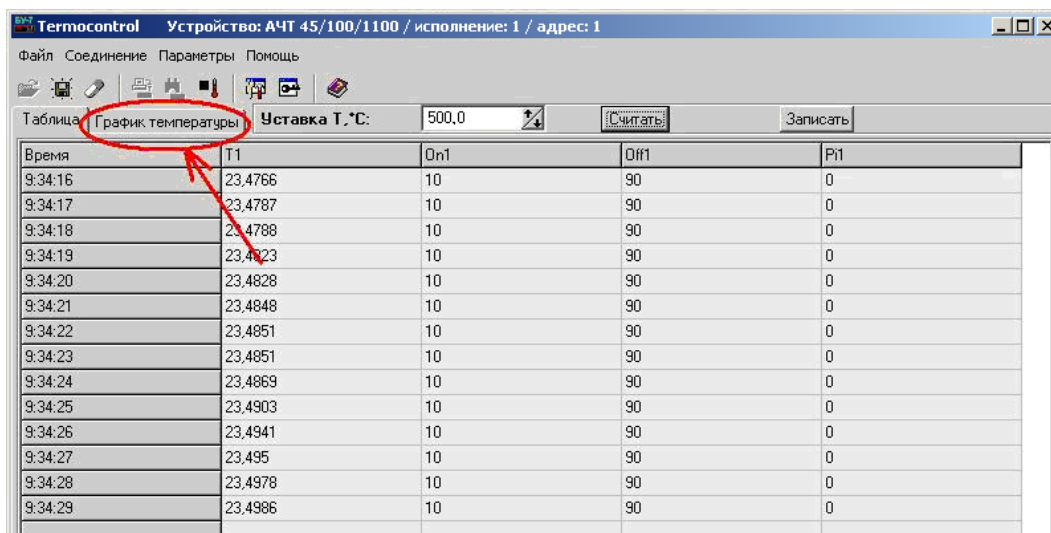

Рисунок 7 – Активация графического режима в программе
7.7.2.5 Процесс нагрева печи можно отслеживать в графическом виде, для этого необходимо нажать кнопку "График температуры" в основном окне программы (см. рисунок 7).